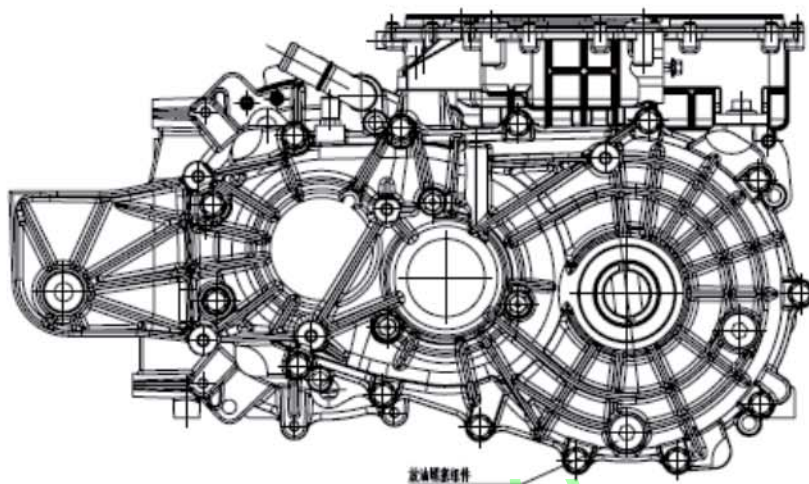

图 10
1.1 排出齿轮油：在动力总成拆卸前，用扭矩扳手（H10）打开放油螺塞组件（如图10），将变速箱体内的润滑油排放干净，再带上放油螺塞组件，防止在拆卸过程中，异物掉入变速箱腔体内。